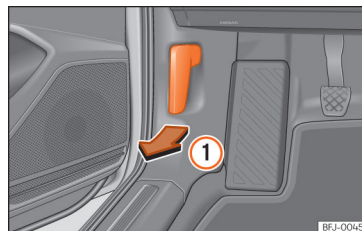

Abb. 239 Entriegelungshebel im Fahrerfußraum.
- Öffnen Sie die Tür und ziehen Sie an dem Hebel unterhalb der Instrumententafel »» **Abb. 239 ①**.